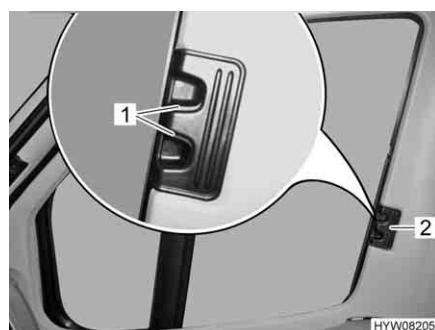
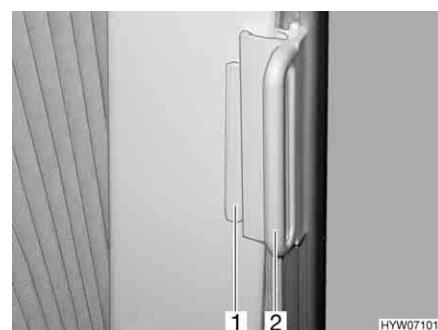

Fig. 23 Bloccaggio delle tendine oscuranti pieghevole per il finestrino del conducente/passeggero
Fig. 24 Bloccaggio delle tendine oscuranti pieghevole per il finestrino del conducente/passeggero (alternativa)
- Inserire la tendina oscurante pieghevole per la maniglia (Fig. 23,2 o Fig. 24,2) fino all'arresto.
- Far innestare il bloccaggio (Fig. 23,1) oppure spingere l'impugnatura (Fig. 24,2) fino al sopralzo (Fig. 24,1).